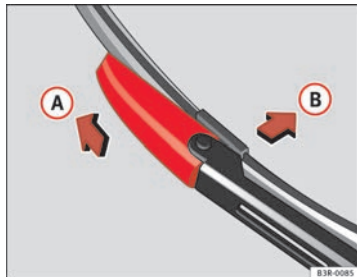

Fig. 181 Smontaggio della spazzola
- Spingere il blocco della spazzola tergicristallo in direzione della freccia ⇒ fig. 181 (A). Allo stesso tempo mantenere ferma la spazzola.
- Togliere la spazzola (B) dal braccio del tergicristallo.